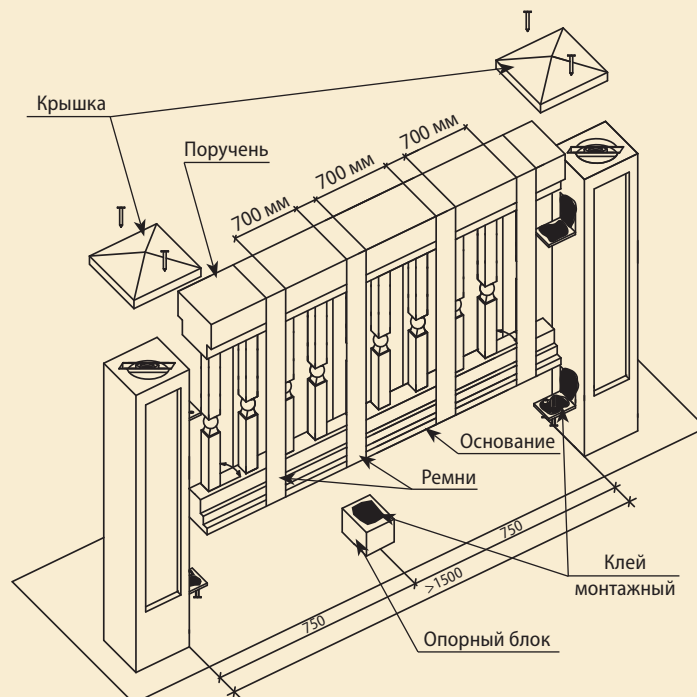

Рис. 2.5
**ВНИМАНИЕ:** При монтаже перил длиной свыше 1,5 м желательно установить опорный блок (рис. 2.5).
2.8. Монтаж крышки тумбы. Нанесите клей на верхний торец тумбы. Прибейте крышку к верхнему торцу тумбы с помощью двух гвоздей 1,2 × 50. Лёгкими ударами молотка по керну, шляпки гвоздей вдавливаются в поверхность крышки. Получившиеся выемки заполняются автомобильной шпаклёвкой, после её высыхания тщательно зачищаются мелкой наждачной бумагой (рис. 2.5).